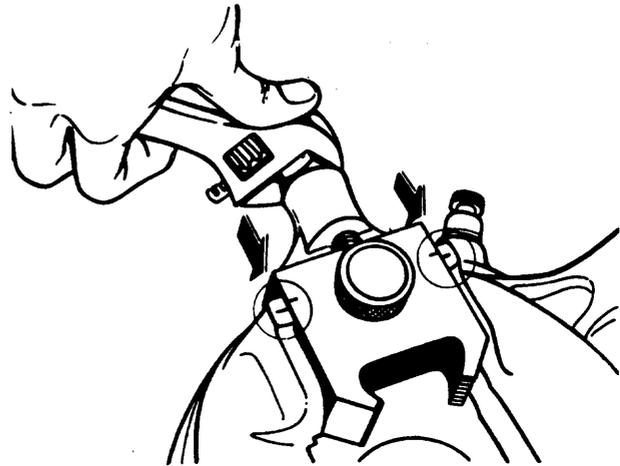

Fig. 3
- d Ajuste los dados para la 1ra. pasada, dejando los trazos de referencia separados aproximadamente 3 mm. de los trazos de la terraja (fig. 3).